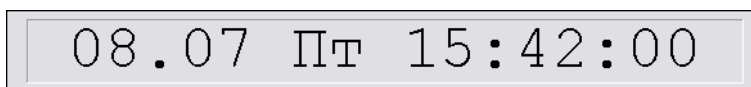

Рис. 11
- «Панель времени». Подпункт позволяет показать или скрыть панель, где отображается текущая дата, день недели и время (Рис. 11). Панель времени располагается поверх всех окон, кроме того, ее можно перемещать по экрану. Для этого необходимо нажать на поле рамки и, удерживая клавишу мыши, переместить рамку в желаемое место экрана.